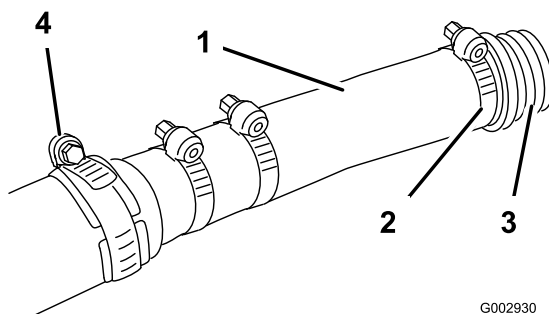

Figura 11
5. Coloque uma braçadeira de tubo grande (desmontada do tubo no passo 2) por cima do tubo e instale o encaixe de forma a que este fique totalmente inserido no tubo, fixando-o depois com a braçadeira (Figura 11).